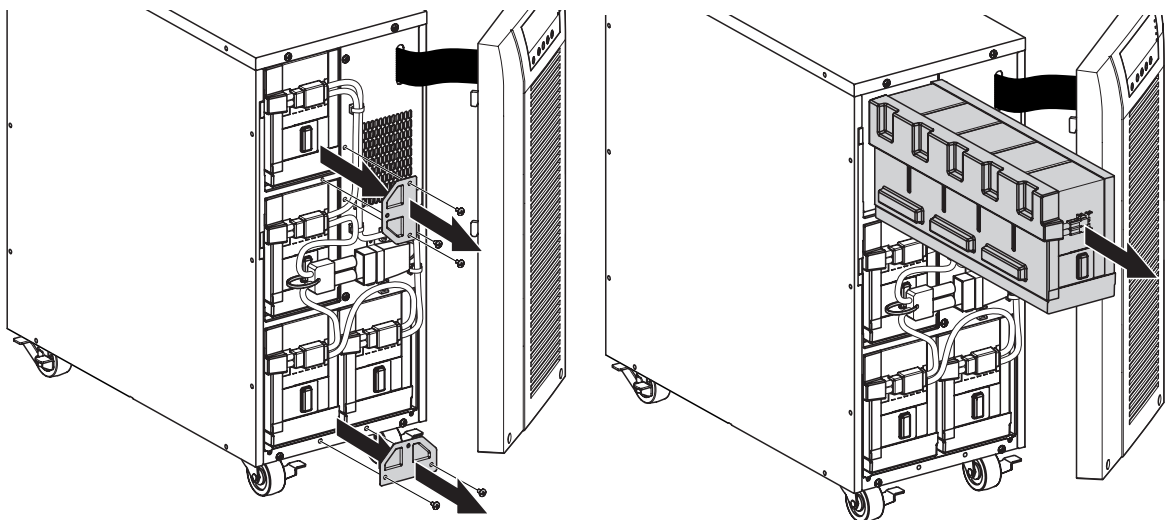

Рисунок 30. Отсоединение контейнера в аккумуляторной батарее.
4. Снять металлический фиксатор, чтобы освободить контейнер батареи (См. Рис. 30).